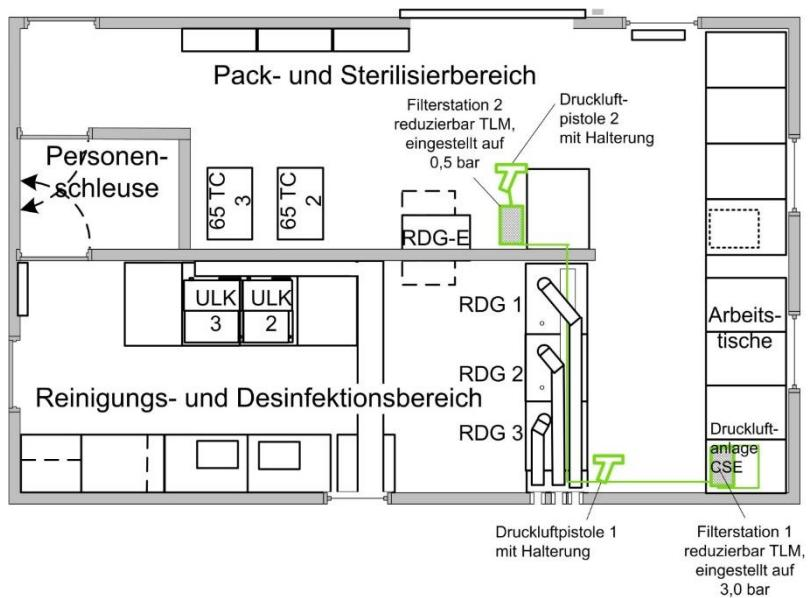

Abb. 7: Druckluftanlage CSE Übersicht
- ◆ Verlegen Sie den Druckluftschlauch  $\frac{1}{4}$ “, DR2 - DR3, L 12,5 m durch die Schlauchkanäle R11 und R10 und durch den Versorgungssockel zur Filterstation 2 (siehe Abb. 7:).
- ◆ Positionieren Sie den Druckluftkompressor auf dem Wagen Kompressor am Aufstellort (siehe Abb. 7:).